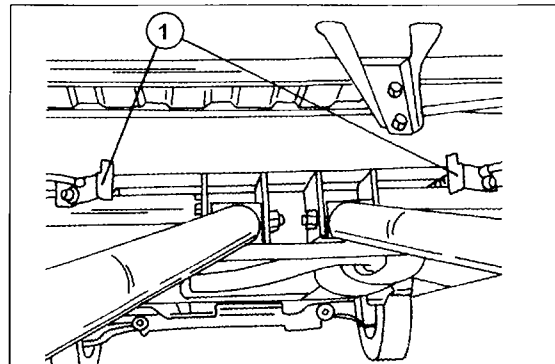
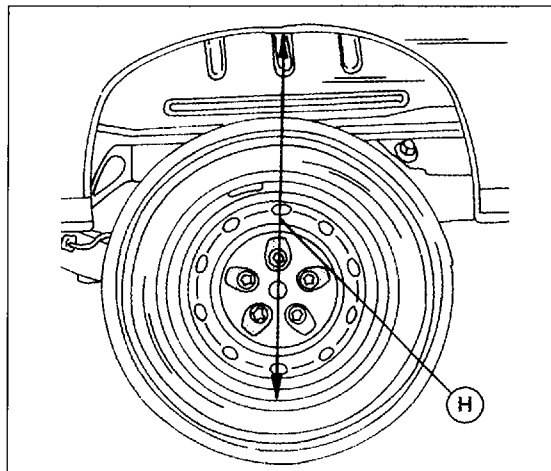

Bild 260
Bild 263
Eingebauter Stoßdämpfer mit Schraubenfederaufhängung. Die beiden Schrauben (1) und (2) werden angezogen, wenn das in Bild 263 gezeigte Maß hergestellt wurde. An der Innenseite der unteren Aufhängung ist eine Abstandshülse untergelegt.
- Einen Wagenheber unter einen der Lenkerarme untersetzen und den Arm anheben, bis der Stoßdämpfer soeben zusammengedrückt wird, d. h. der Lenkerarm befindet sich fast in seiner normalen Einbaulage. Die obere Stoßdämpferschraube (1) in Bild 260 lösen und entfernen. Die untere Schraube (2) kann einstweilen am Lenkerarm verschraubt bleiben oder man baut den Stoßdämpfer vollkommen aus. In diesem Fall einen Abstandsrings an der Innenseite abnehmen.
- Das Fahrzeug muss jetzt an der Rückseite belastet werden, um die Stoßdämpfer einwandfrei vorzuspannen. Dabei das in Bild 263 gezeigte Maß auf eine Höhe von 620 mm bringen. In dieser Stellung der Hinterradaufhängung die Stoßdämpferschraube(n) mit 170 Nm (Toleranz 17 Nm) anziehen.
- Einen Rollwagenheber oder hydraulischen Heber unter den Lenkerarm untersetzen und diesen anheben, bis sich der Stoßdämpfer etwas zusammengeschoben hat. Die Schrauben (1) und (2) in Bild 260 entfernen und den Stoßdämpfer herausnehmen. An der Innenseite der unteren Befestigung ist ein Abstandsring eingesetzt, welchen man abnehmen muss. Der Einbau findet in umgekehrter Reihenfolge statt. Über das Anziehen der Stoßdämpferschrauben wurde bereits beim Einbau der Hinterradaufhängung geschrieben (siehe letztes Kapitel), d. h. das Maß „H“ in Bild 263 muss ausgemessen werden, ehe man die Schrauben anzieht.